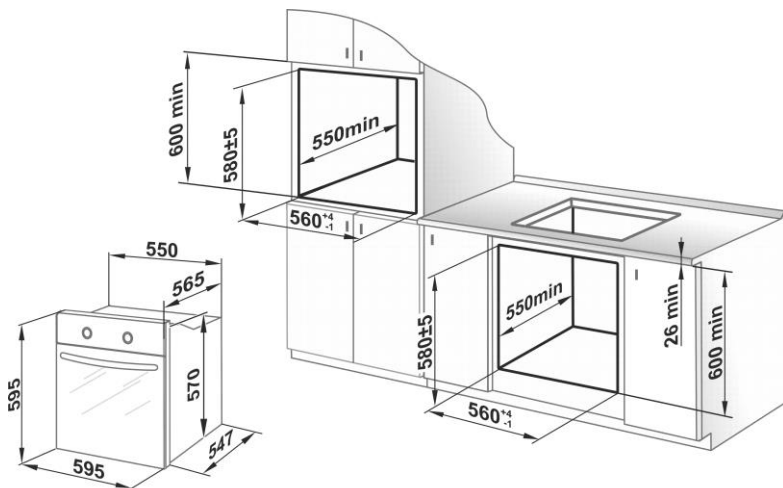

Рис.1. Размеры для установки духового шкафа в мебель.
2) Духовой шкаф встраивается в напольную тумбу или пенал кухонного гарнитура, в которых имеется ниша с размерами указанными на рис.1 (при этом задняя стенка гарнитура должна отсутствовать).